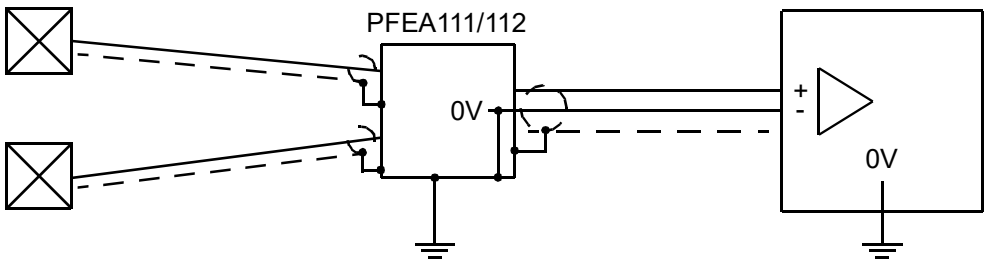
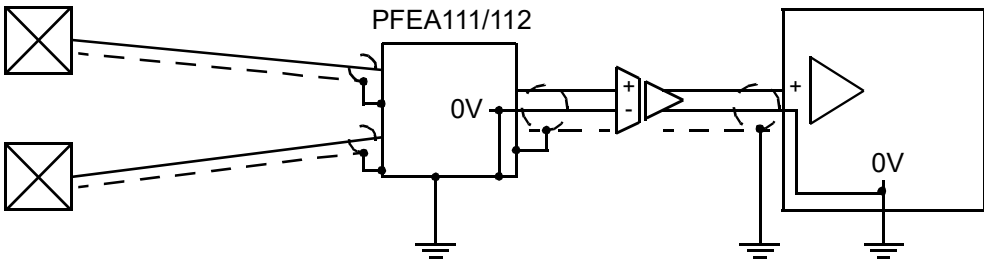

图 2-7. 通过绝缘或差分输入端口连接到上级系统
图 2-8. 通过独立的绝缘放大器连接到上级系统
- 由于测量系统的信号接地线被连接到张力控制器的机壳接地线，所以，与控制系统连接的上级系统的输入端不得接地。互连测量系统和上级系统以实现最佳功能的最佳方式见图 2-7 和图 2-8。